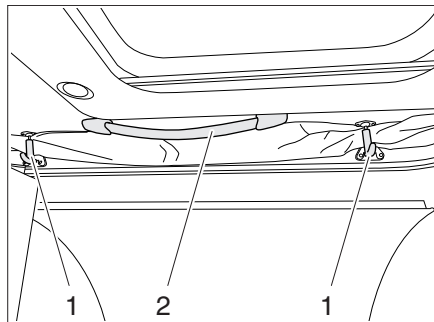

Fig. 50 Toit télescopique
- Desserrer les sécurités (Fig. 50,1) d'une légère traction.
- Pousser le toit télescopique vers le haut à l'aide des poignées (Fig. 50,2).
- Tirer le toit télescopique vers le bas à l'aide des poignées (Fig. 50,2).
- Tirer les sécurités (Fig. 50,1) légèrement vers le bas et les raccrocher.